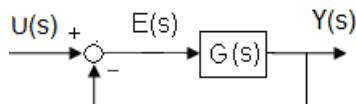

Fig. 1 – Sistema realimentado com boa resposta transitória e erro de regime ruim.
- 1- No sistema não compensado, vide fig. 1, determine os pólos dominantes  $s_1$  e o coeficiente de erro (constante de erro) em regime permanente para a entrada desejada (por exemplo rampa ou degrau). Vide capítulos anteriores.